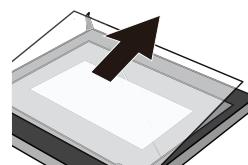

Figura 5
5. Empuje el vidrio a la posición indicada por la flecha en la Figura 5. Saque suavemente el vidrio del casquillo.